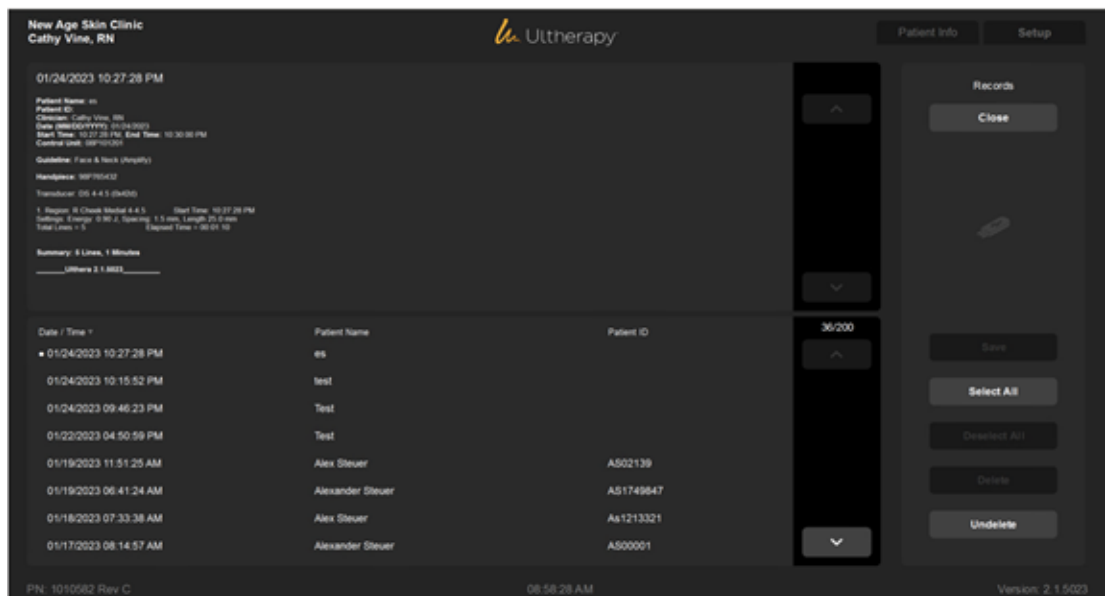

Figure 7.11: Liste des dossiers d'images des patients
1. À partir de l'écran « **Setup** » (Configuration), appuyez sur le bouton « **Images** » pour afficher une liste des patients traités, comme celle illustrée à la figure 7.11 :